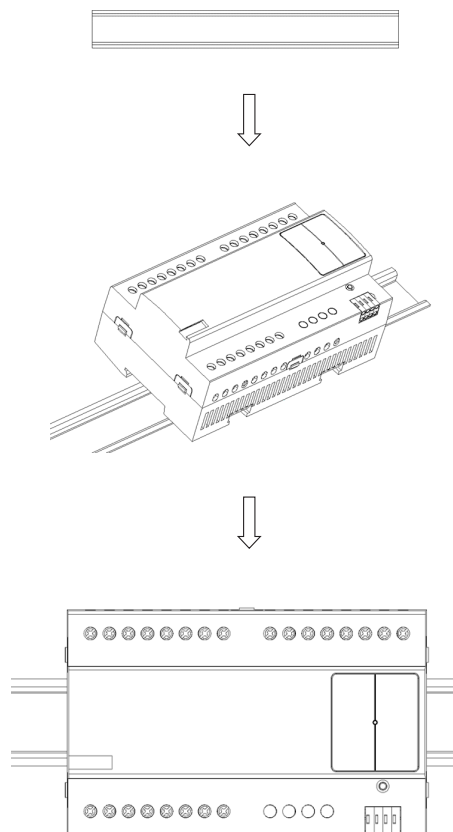

Figura 6. Instalação no Trilho
- A fonte deve ser instalada em um trilho DIN 35mm (Figura 6) alojado dentro de um quadro de automação dedicado;